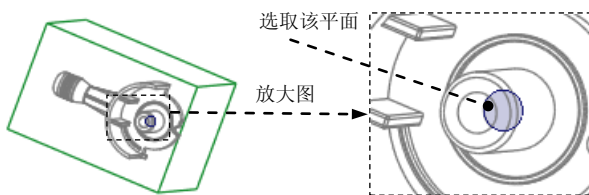

图 10.37 拉伸终止面
(4) 定义深度类型。在操控板中选取深度类型 **到选定的**，选取图 10.37 所示的面为拉伸终止面。